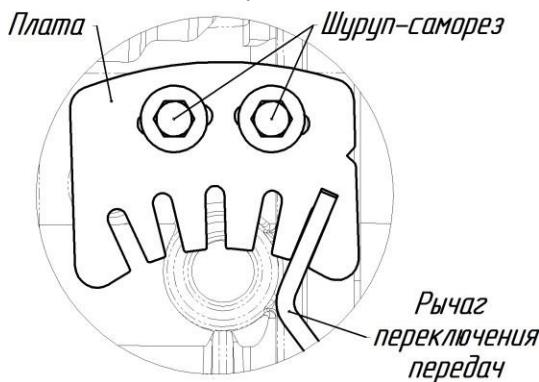

Рис.12. Настройка узла переключения передач
- выставить Плату по Рычагу переключения передач (как показано на рис.12) и зафиксировать её Шурпами-саморезами.